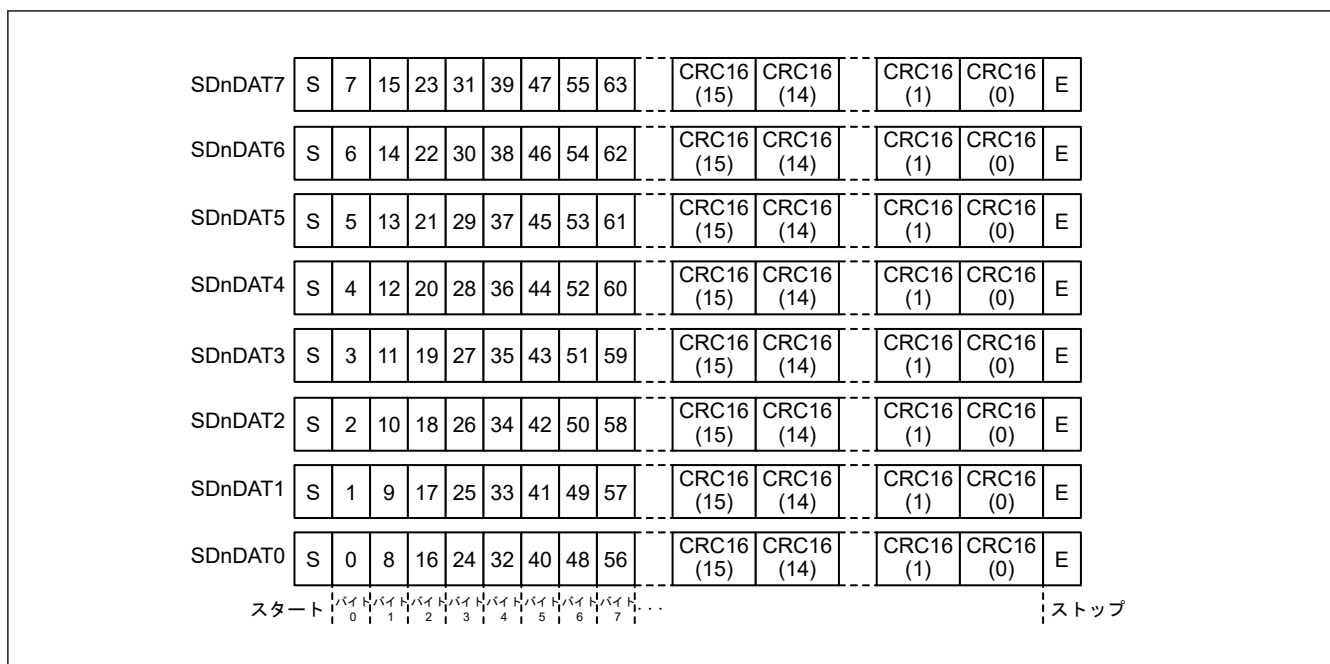

図 39.4 8 ビット幅モードの SDnDAT
2. 受信データが MMC ホストインタフェースの SD_BUF に格納される (図 39.4 を参照)。